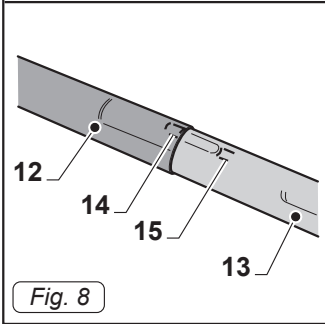

Fig. 8
- Unir a las dos extensiones rígidas (12-13 Fig. 8) mediante la alineación de los dos puntos de referencia (14-15 Fig. 8).